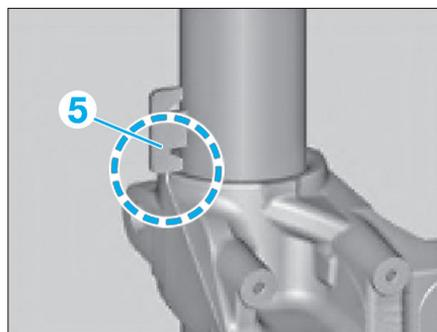

Fig. 36
- Veiller à ce que le pivot vienne bien en appui contre la butée (5) (Fig.36).